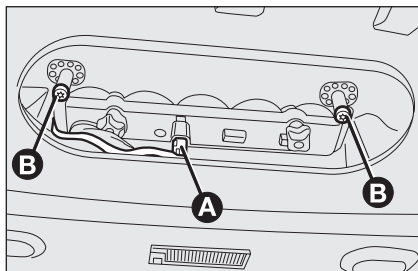

fig. 25
- débrancher le connecteur électrique **A**-fig. 25;
- dévisser le dispositifs de blocage latéraux **B**-fig. 25;